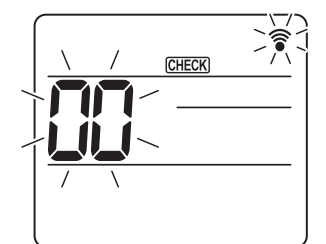
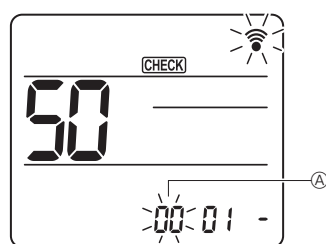
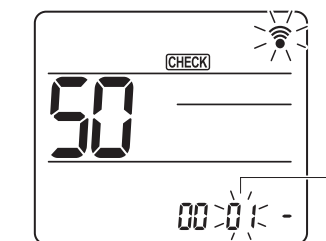
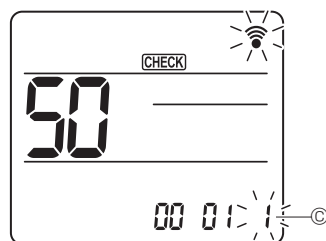

Fig. 7-16
Fig. 7-17
Fig. 7-18
Fig. 7-19
### 7.4.2. Tramite il telecomando wireless (Fig. 7-16, Fig. 7-17, Fig. 7-18, Fig. 7-19)
[CHECK] si illumina e lampeggia "00". (Fig. 7-16)
② Impostazione del numero dell'unità
Premere il pulsante [↓] per impostare il numero di unità ①. (Fig. 7-17)
③ Selezionare un modo
Premere il pulsante [↓] per impostare il Numero di modo ②. (Fig. 7-18)
④ Selezione del numero di impostazione
Utilizzare il pulsante [↓] per modificare il Numero di impostazione ③. (Fig. 7-19)